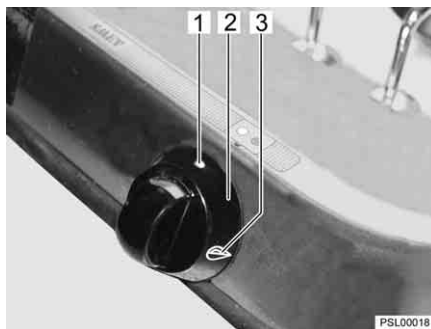

Fig. 67 Elementi di comando del fornello a gas
- Ruotare il pomello girevole (Fig. 67,2) degli apparecchi a fiamma libera desiderati in posizione accesa (fiamma alta, Fig. 67,3).
- Ruotare sulla posizione 0 (Fig. 67,1) il pomello girevole. La fiamma si spegne.